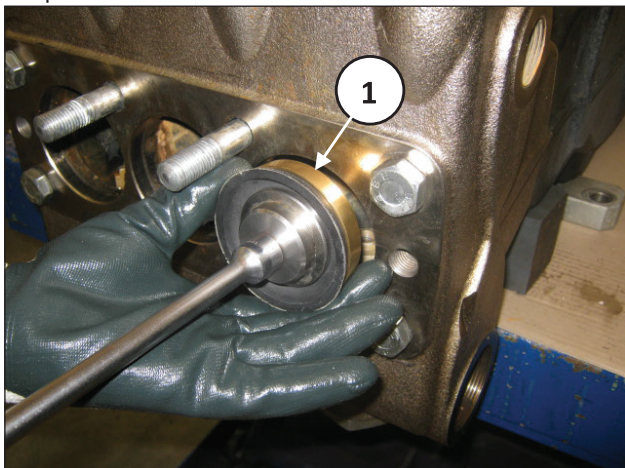

Fig. 135
Com a ajuda de uma chave em T, insira o conjunto da junta do pistão dentro do cilindro (pos. ①, Fig. 135) com o grupo do espaçador do pistão no PMS, prestando atenção para não causar danos nas bordas da junta.